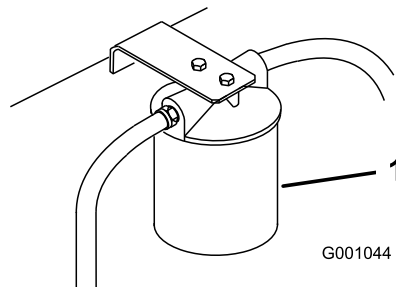

Figura 77
3. Coloque un recipiente bajo el filtro, retire el filtro usado y limpie con un paño la superficie de la junta del adaptador del filtro (Figura 77).